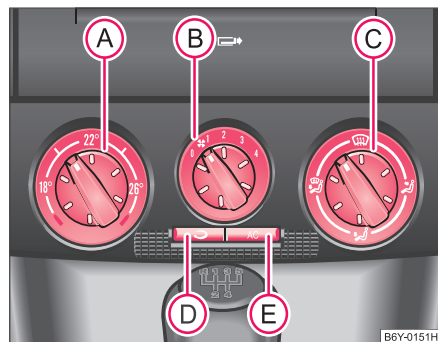
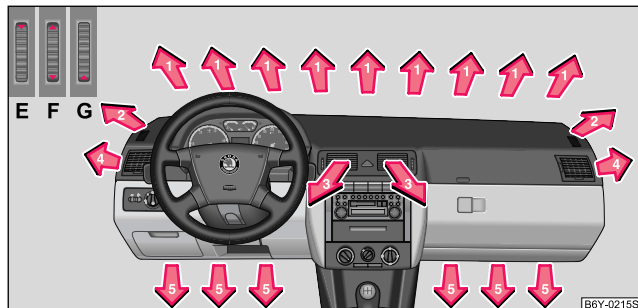

Fig. 80 Sistema de aire acondicionado: elementos de mando
Fig. 81 Difusores de salida de aire
El aire acondicionado funciona si se pulsa la tecla **AC** ⇒ página 95, fig. 80 \(E\) y se cumplen las siguientes condiciones:
- Gire el regulador giratorio (A) ⇒ fig. 80 hacia la derecha para aumentar la temperatura.
- Gire el regulador giratorio (A) hacia la izquierda para bajar la temperatura.
- Regulador giratorio **(A)** ⇒ **página 95, fig. 80** hacia la derecha hasta el tope
- Abrir los difusores **4** ⇒ **página 98, fig. 81** y dirigirlos hacia el cristal lateral.
- Regulador giratorio (A) ⇒ página 95, fig. 80 hacia la izquierda hasta el tope
- Regulador giratorio (B) a la posición deseada
- Regulador giratorio (C) a la posición
- Abrir los difusores 3 y 4 ⇒ página 98, fig. 81
- Desconectar el servicio de aire circulante pulsando la tecla (D)
- Desconectar la refrigeración pulsando la tecla (E)
- Pulse la tecla  ⇒ página 95, fig. 80, el símbolo en la tecla  se encenderá.
Si el regulador de distribución de aire (C) se encuentra en la posición  ⇒ página 95, fig. 80, el servicio de aire circulante se desconectará automáticamente. Pulsando repetidamente la tecla (D), usted puede conectar de nuevo el servicio de aire circulante también en esta posición.
De los difusores abiertos fluye, según la posición del regulador (A) ⇒ página 95, fig. 80 y según las condiciones climatológicas, aire sin calentar o enfriado.